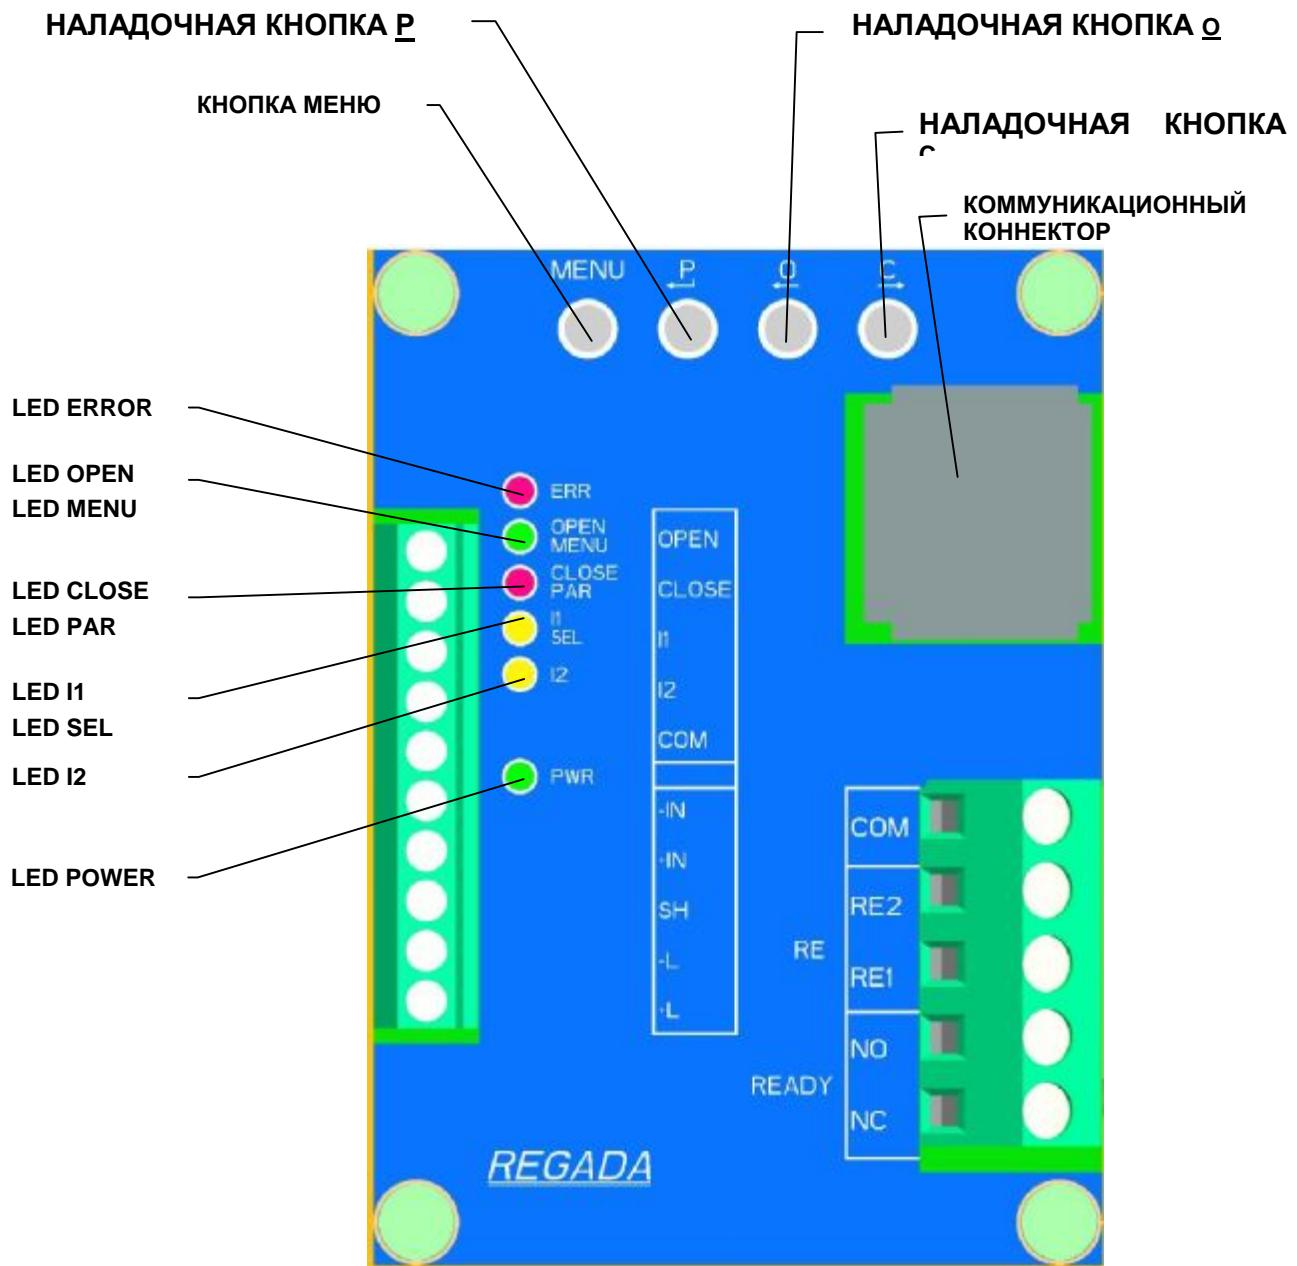

Рис. 6
Настройка осуществляется на механически и электрически присоединенном ЭП. Данная глава описывает настройку ЭП на параметры, которые заказчику позволяет програмная оснаска. Размещение элементов настройки доски управления указанно на Рис.6.
- через кнопки блока управления (**Рис.6**)
- 6 сигнальными диодами (LED диоды) по **Рис. 6**